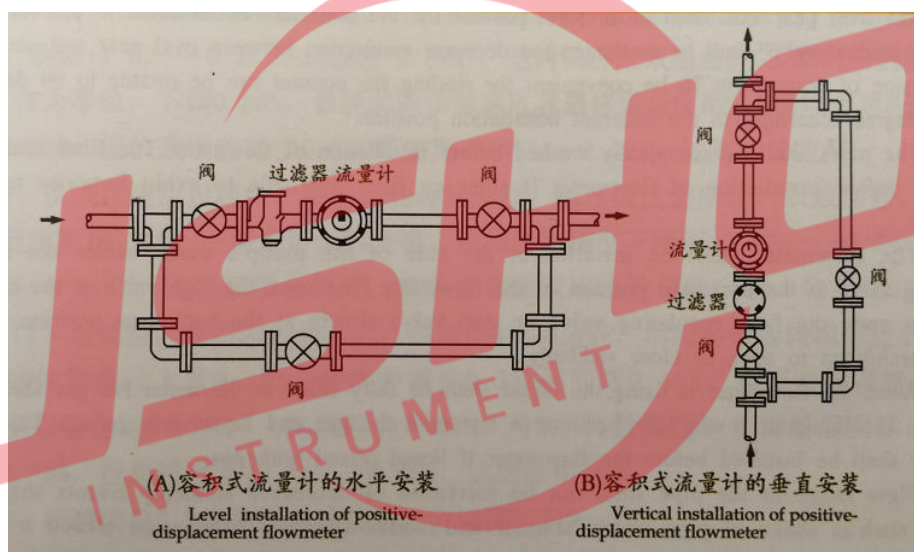

图5 安装位置 Picture 5 Installation position
3、仪表中的椭圆齿轮轴尽可能安装成水平位置，即刻度盘应安装成垂直位置（分度“0”就在上面），以减少椭圆齿轮与壳体间的摩擦，降低零件的磨损。由于安装位置不同，为了便于读数，可将计数器（表头）旋转90度或180度。（见图5）